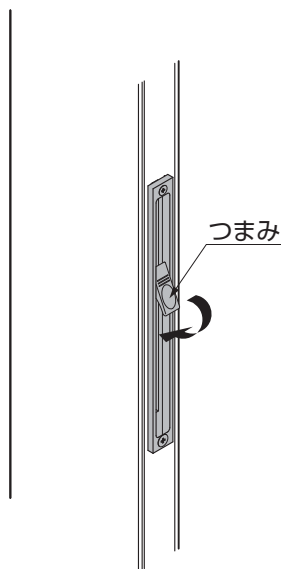

図3-3
- ③落とし棒の位置が決定したら、つまみを元にもどしてロックしてください。(図3-3参照)